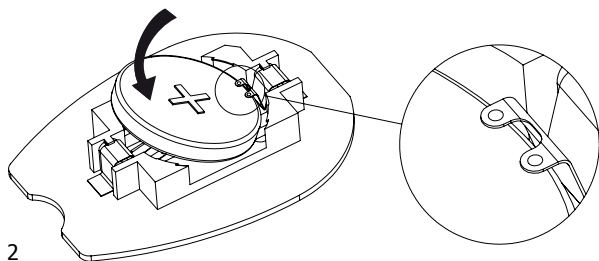

Fig. 2
3) Inserire la nuova batteria come indicato in Fig. 2, prestando attenzione che il polo positivo della batteria sia rivolto verso l'alto